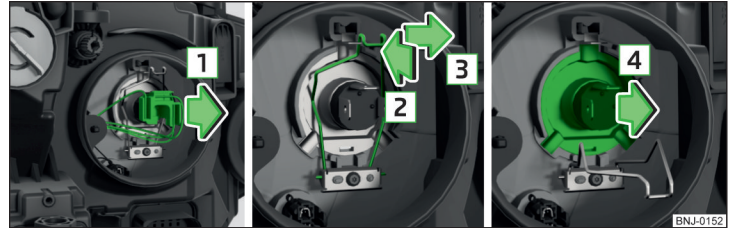

Abb. 206 Glühlampe für Ablendlicht und Fernlicht wechseln
- Die Steckerverrastung drücken und den Stecker mit Wackelbewegungen in Pfeilrichtung **1** » Abb. 206 herausnehmen.